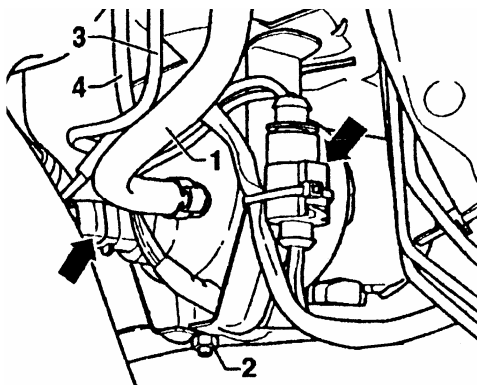

图 13-21 拆卸制动管
(7) 如图 13-21 所示，松开并取下软管的卡箍，拧下制动管。用修理包 1H0698 311A 中的堵塞封住制动管和螺纹孔。
(8) 从支架上松开制动管，拧下六角螺母（图 13-21）。
(9) 拧下 3 个支架紧固六角螺栓，将支架连同液压单元和液压泵向上抬约 30mm，从发动机舱中取出。